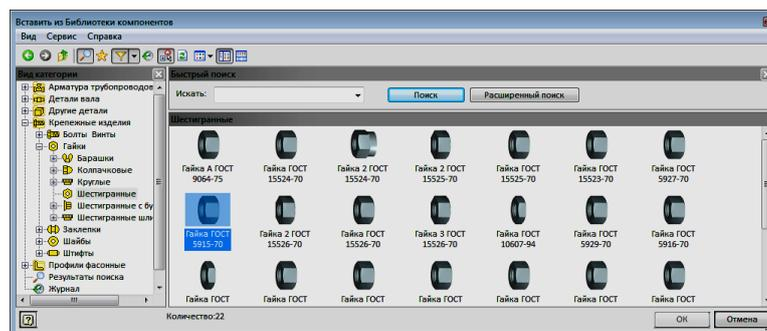

Рис. 4.31. Окно выбора гайки
13. Вставьте гайку. Для этого повторите шаги вставки шайбы. В браузере выберите «Гайка М16 ГОСТ 5915–70» (рис. 4.31).